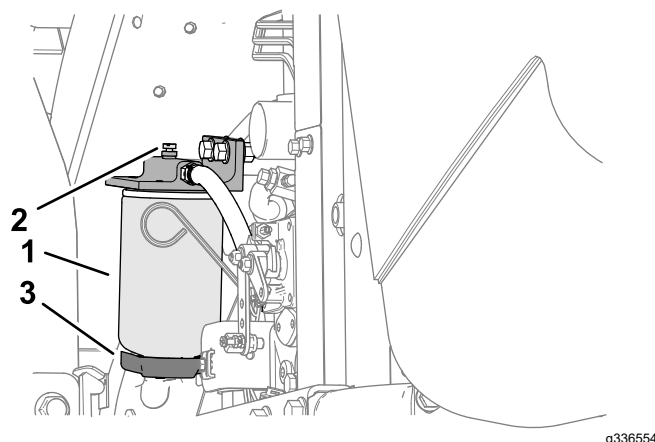

図 68
4. フィルタ容器 **図 68** 下部のドレンプラグをゆるめて水や異物を流し出す。
3. フィルタ容器(**図 68**)の周辺をウェスできれいにぬぐう。